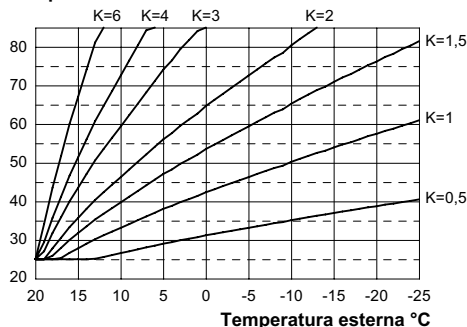
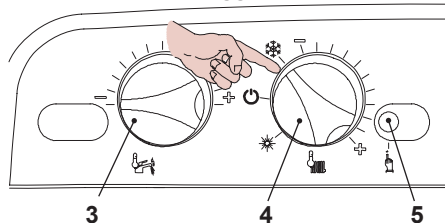

Fig. 5.56
Fig. 5.57
Quando si installa la sonda esterna bisogna impostare questo parametro in base al rendimento dell'impianto di riscaldamento per ottimizzare la temperatura di mandata (Fig. 5.56). Es. Per avere una temperatura di mandata all'impianto di riscaldamento di 60°C con una esterna di -5°C si deve settare un K di 1,5 (linea tratteggiata in Fig. 5.56).
- Posizionare le manopole 3 e 4 indicato in Fig. 5.57.
- Per settare il coefficiente K, determinato dalla Fig. 5.56 bisogna entrare in programmazione premendo per 15 secondi il pulsante di ripristino 5, in Fig. 5.57 fino alla comparsa del parametro P01 sul display LCD; sul display LCD compare la seguente visualizzazione (la sequenza P01 si alterna a -- -- --).
- Premere il pulsante di ripristino 5, in Fig. 5.57, per lo scorrimento dei vari parametri sino al raggiungimento del parametro P15 valido per il settaggio del coefficiente K; sul display LCD compare a seguente visualizzazione (la sequenza P15 si alterna a 00).
ad un massimo di **255** in base alla curva scelta del coefficiente K in Fig. 5.56.